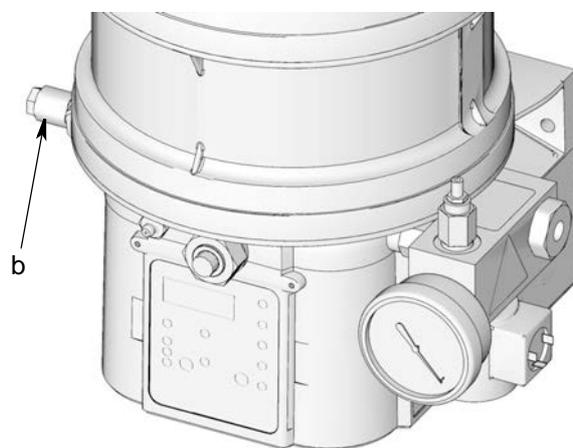

**FIG. 6**
11. Serrare a mano i dadi del tubo (3), quindi serrare di un ulteriore 1-1/4 di giro.
12. Serrare le viti cave (6) a 45,7 N•m (35 piedi lb) in ogni posizione.
13. Applicare sigillante per filettature alle filettature del tappo (10). Installare il tappo nella posizione dell'uscita inutilizzata (FIG. 6).
15. Applicare sigillante per filettature alle filettature del tappo (10). Installare i tappi nelle posizioni delle uscite inutilizzate (FIG. 6).